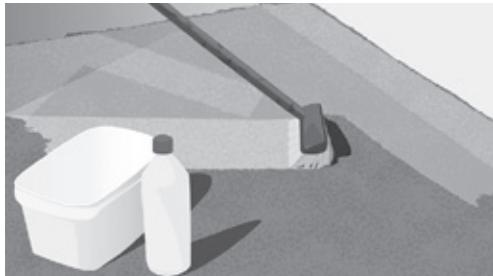

Fig. 3. Rengør og forbehandl gulvet
- Forbehandl dit gulv med en passende primer (fig. 3).